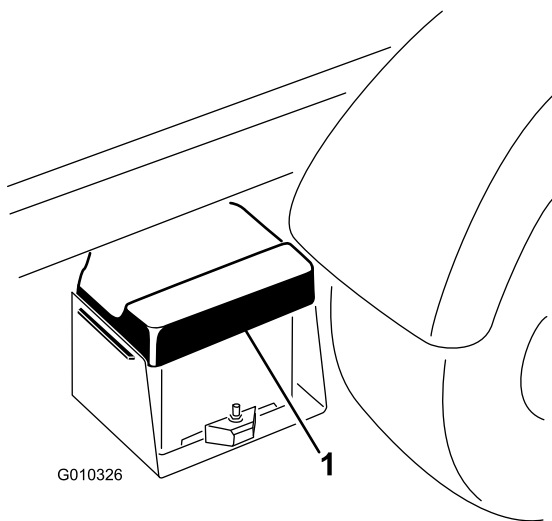

Figura 10
- Stringete il coperchio della batteria per liberare le linguette dalla cassetta della batteria (Figura 10).
- B. Staccate il coperchio dalla cassetta della batteria (Figura 10).
B. Stringete il coperchio della batteria, allineate le linguette alla base della batteria e rilasciare il coperchio (Figura 10).